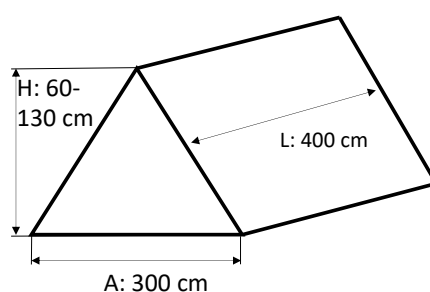

Figura 2. Referencia geométrica de lote
Se consignan los valores en cm del largo (L), altura (H) y ancho (A) de la sección transversal del tramo de hilera correspondiente al lote de estudio que irán variando en el tiempo (altura y largo) según el manejo (ver figura 2 como ejemplo)